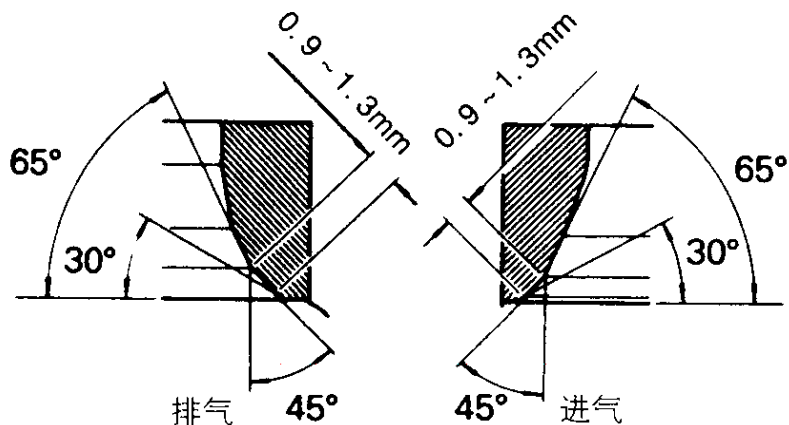

图 2-63 气门座的修整与要求
(1) 在修整气门座前，先检查气门导管和气门杆之间的间隙。如有必要应更换气门导管。
(2) 用专用工具（见表 2-5）或气门座研磨机进行修整，使气门座宽度和角度达到图 2-63 中规定要求。
(3) 修整后，用研磨膏研磨气门和气门座。